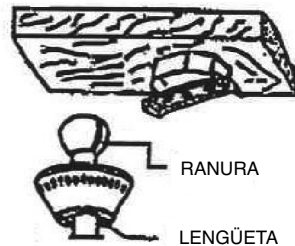

FIGURA 5
3. Asegurarse que el tubo queda correctamente colocado dentro de la rótula. Colocar el dosel en su sitio y apretar los componentes mediante los tornillos suministrados. (Figura 5).
3. Assegure-se de que o tubo fica correctamente colocado dentro da rótula. Coloque o dossel no sítio e aperte os componentes utilizando os parafusos fornecidos. (Figura 5).